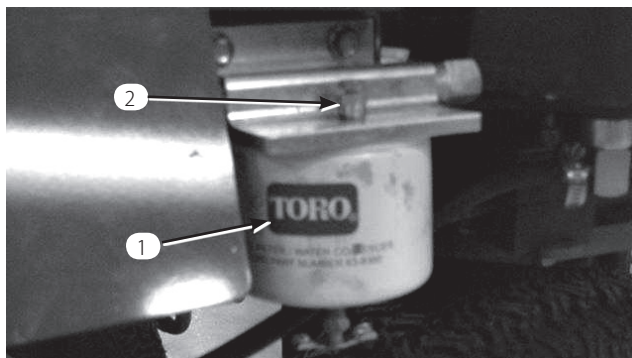

図 32
2. 燃料フィルタ/水セパレータについているエア抜きネジをゆるめる（図32）